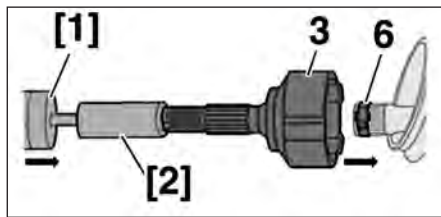

FIG.10
- Serrer un collier (6) sur le jonc d'arrêt (Fig.10).
- Engager le bol (3) sur l'arbre, à l'aide des outils [1] et [2].
- Déposer le collier (6).